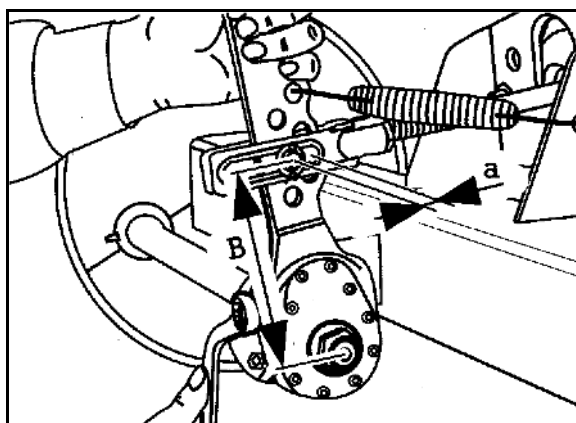

Fig. 140
1. Deșurubați ambele apărători (Fig. 140/1) de pe partea interioară a tamburului de frână.
Murdăria pătrunsă se poate depune pe garniturile de frână (Fig. 140/2) diminuând considerabil performanțele la frânare.